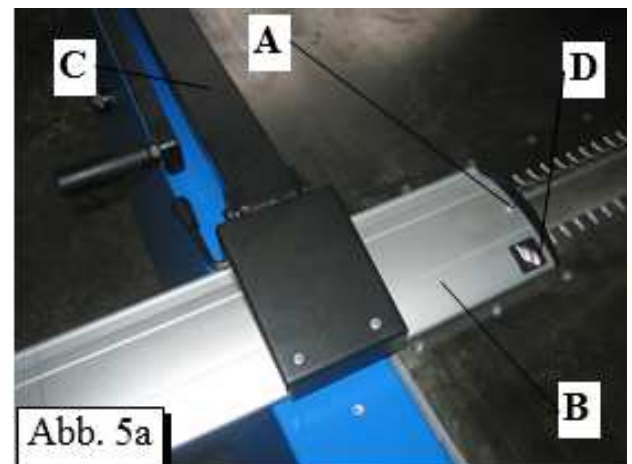

Abb. 5a
- ↓ Desserrer la vis **A** (Fig. 5a).